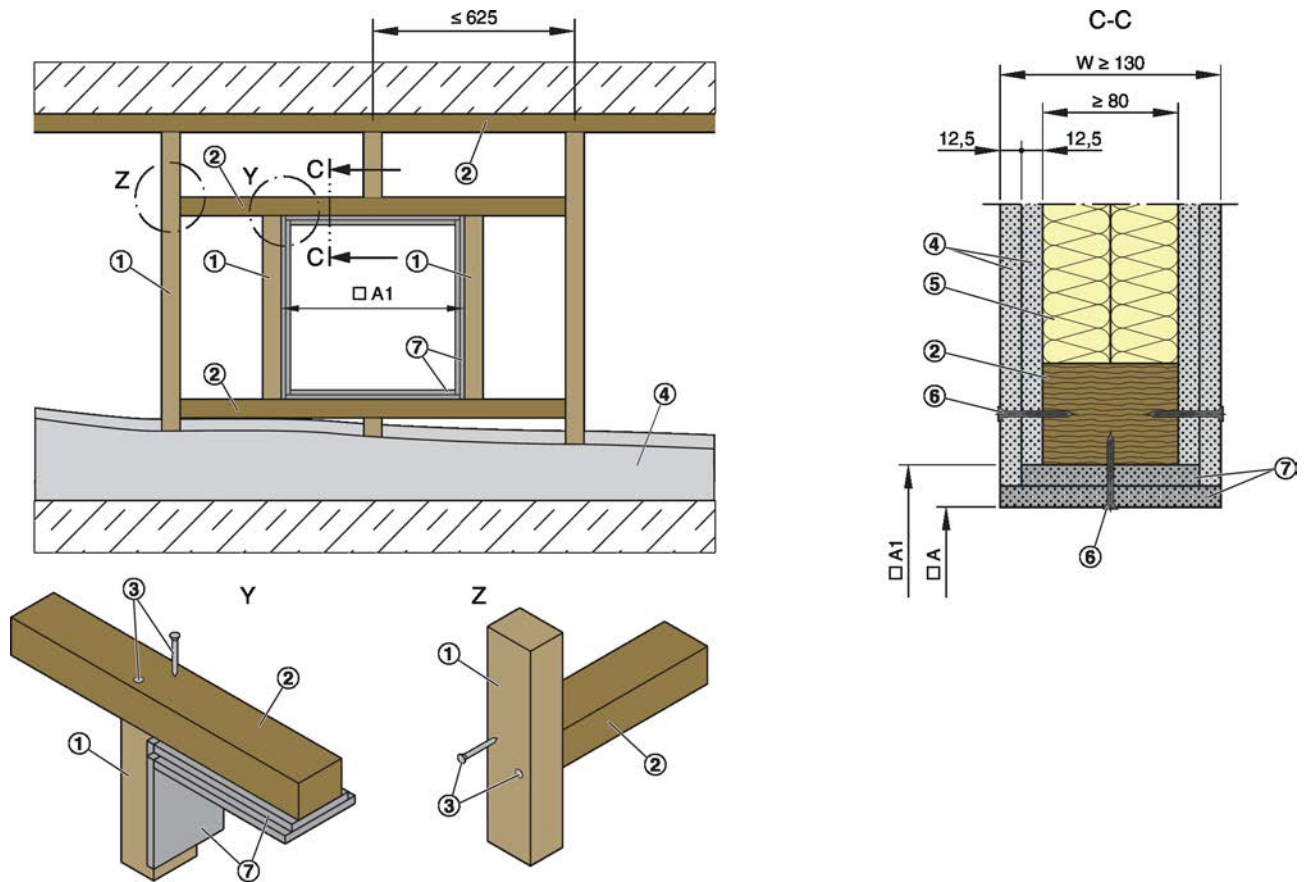

Abb. 39: Leichtbauwand mit Holzständer und beidseitiger Beplankung
- Einbauöffnung im Holzständerwerk mit Holzständer ①, Querholz ② und Laibung ⑦ bzw. im Holzfachwerk ① und Laibung ⑦ herstellen, siehe Abb. 39 bzw. Abb. 40.